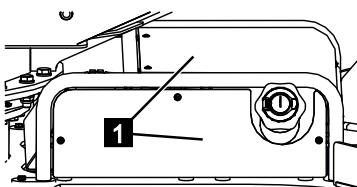

Abb. 238
11. Abdeckung (Abb.238/1) wieder anschrauben.